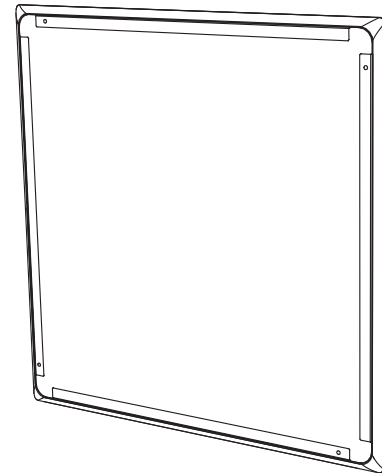

Fig. 19. Install the paint mask
2. Wciśnij maskę farby do przedniej części tylnej puszki, gdzie będzie utrzymywana na miejscu za pomocą magnesów. Maskę tę należy pozostawić na miejscu, gdy sufit i obramowanie ramy są pomalowane (Rys. 19).